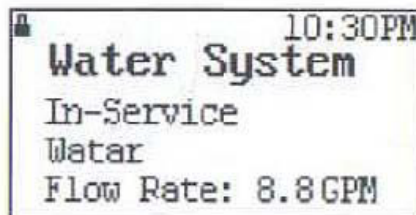

Bild 11.1.2
- Aktuelle Durchflussgeschwindigkeit des Wassers (Bild 11.1.2)